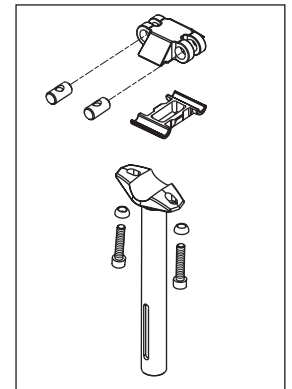

Fig. 1
2. Remova o conjunto de aperto superior e lubrifique a superfície do aperto inferior, o próprio gancho do aperto, as anilhas, os parafusos e os pinos de aperto do selim (fig. 1).